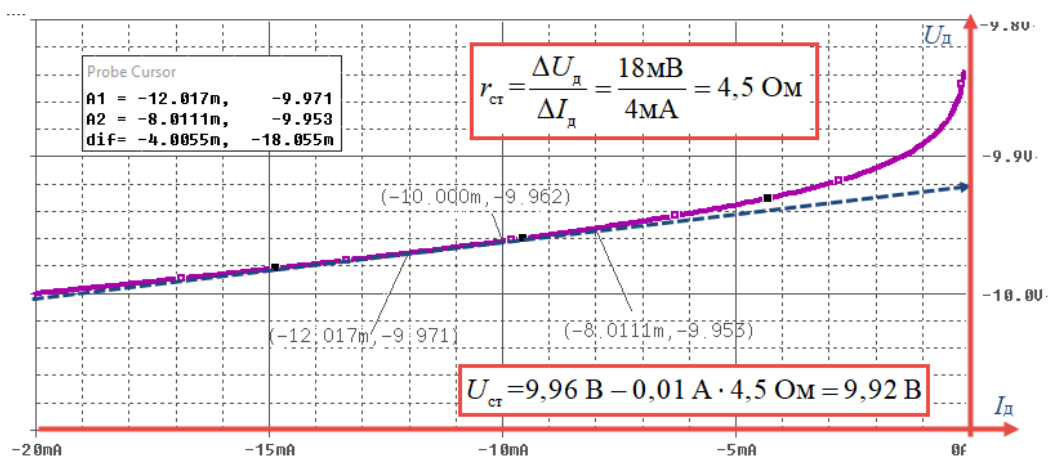

Рис. 11. Обратная ветвь ВАХ стабилитрона
- 4.8. Для обратной ветви стабилитрона определить (см. рис. 11) в рабочей точке $I_d = 10 \text{ mA}$ дифференциальное сопротивление стабилитрона $r_{ст}$ и напряжение $U_{ст0}$.